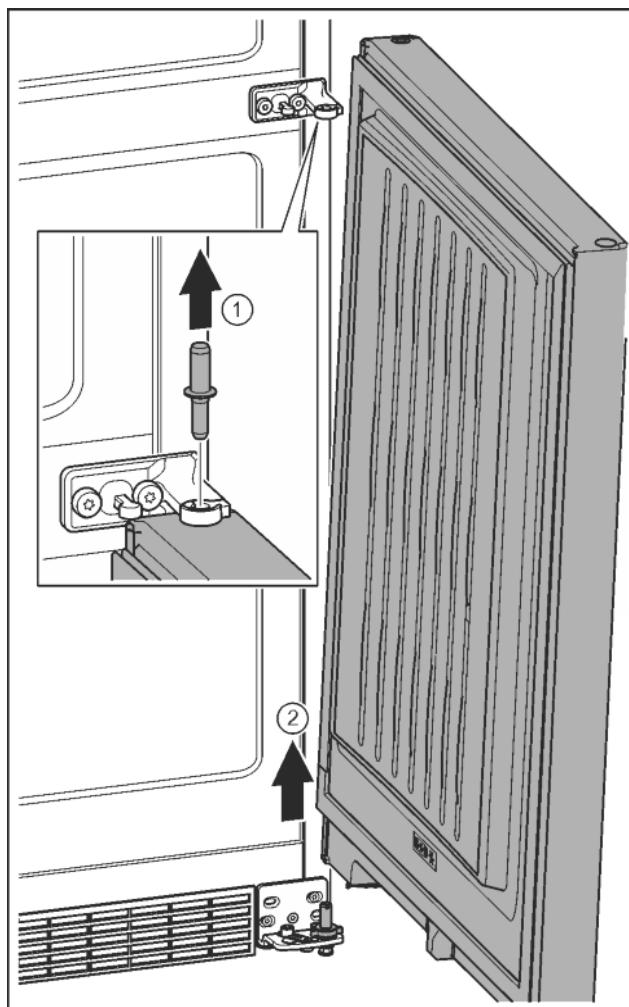

Fig. 10
- Витягніть гвинт догори. Fig. 10 (1)
- Відкрийте дверцята, зніміть рухом вгору та відкладіть убік. Fig. 10 (2)